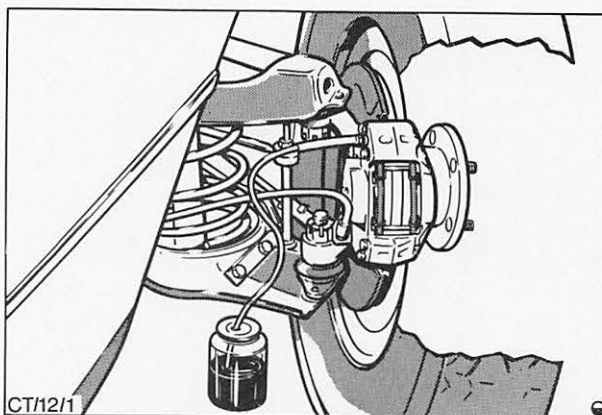

Abb. 16 Entlüftungsschlauch und Auffangflasche
3. Anderes Ende des Entlüftungsschlauches in eine durchsichtige Auffangflasche mit etwas vorgeschriebener Bremsflüssigkeit stecken, Abb. 16. Während des Entlüftungsvorgangs muß das Schlauchende in der Bremsflüssigkeit eingetaucht sein.